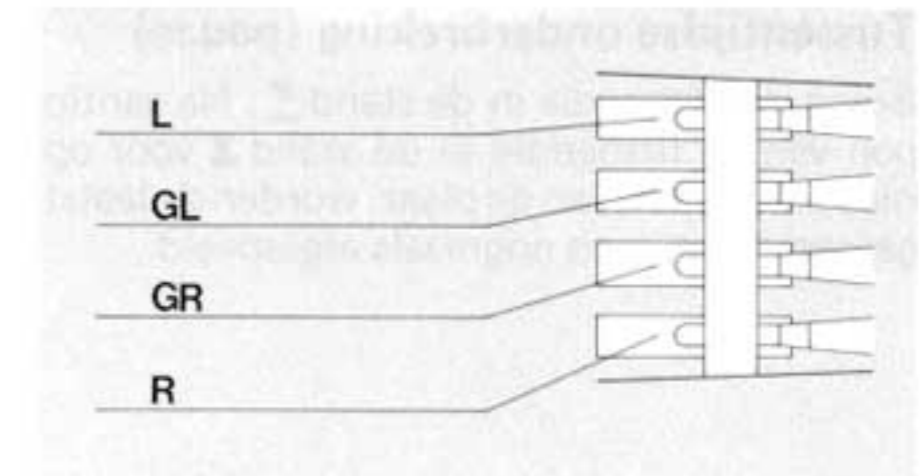

Fig. 15
3. Die Anschlüsse am Systemträger und Tonabnehmersystem sind gekennzeichnet (Fig. 15). Verbinden Sie die Anschlußlitzen des
3. Les connexions sur le porte-cellule et la cellule sont repérées. Reliez les cordons du porte-cellule aux broches de la cellule portant le même repère (Fig. 15).
Connect the leads on the cartridge holder to the correspondingly coded connection pins of the cartridge (Fig. 15).